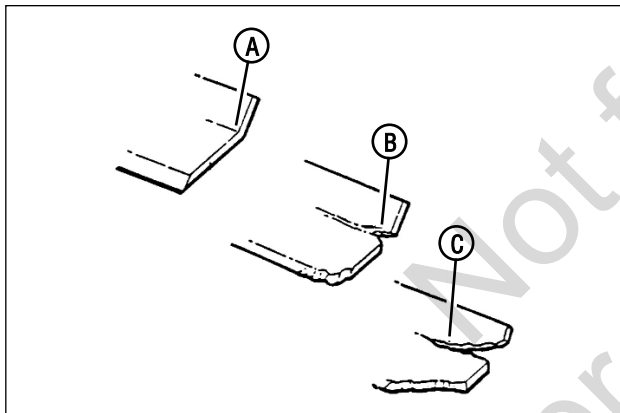

Figura 15: Límites de desgaste de la cuchilla del cortacésped
1. Inspeccione frecuentemente la cuchilla (Figura 15) en busca de signos de desgaste excesivo o daño:
- (A) Cuchilla nueva
- (B) Límite de desgaste (muesca que inicia)
- (C) Condición peligrosa! ¡No utilice en el cortacésped! Reemplace con una cuchilla nueva.